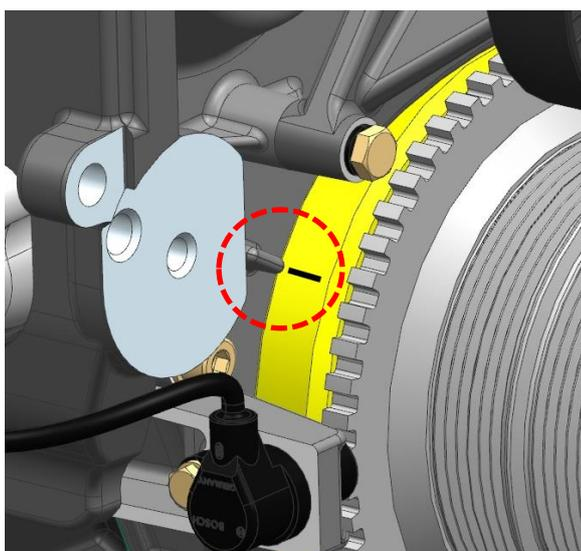

Рис.83. Риска на шкиве коленчатого вала и указатель на крышке цепи
1. Установить поршень 1-го цилиндра в ВМТ такта сжатия, повернув коленчатый вал по ходу вращения (по часовой стрелке) до совпадения риски на диске демпфера шкива коленчатого вала с ребром-указателем в виде прилива на крышке цепи (рис.83).
8. Повернуть коленчатый вал по ходу вращения на два оборота и совместить риску на диске демпфера шкива коленчатого вала с выступом на крышке цепи, как показано на рис.83.